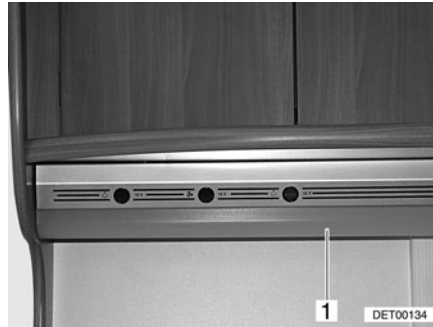

Fig. 168 Luz de la cocina
- Comprimir ligeramente la tapa (Fig. 168,1) con ambas manos.